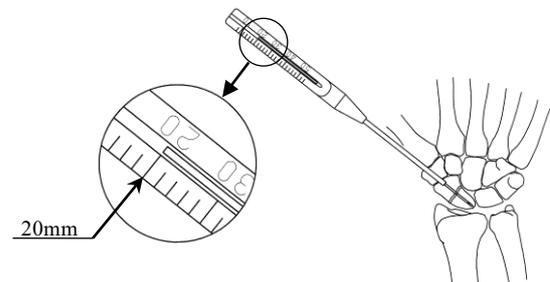

図 2
- 2) 1.0 ガイドピンを介して、0.8/1.0 ガイドピンデプスゲージにて刺入深さを計測します。（図 2）